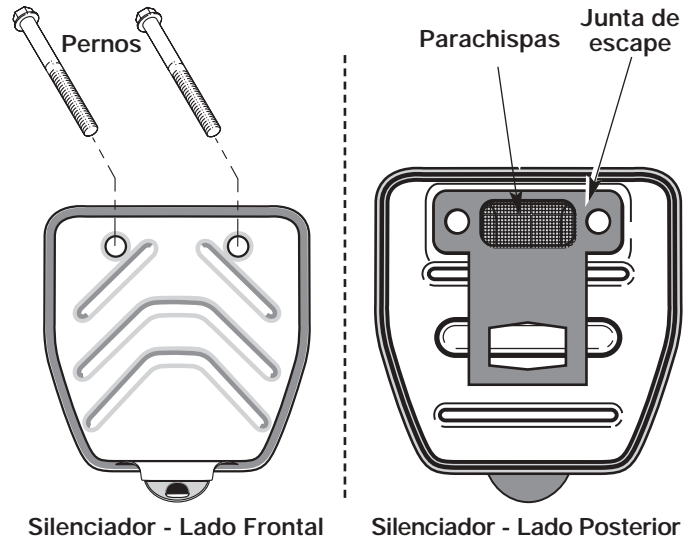

Fig. 24
2. Ubique el frente del silenciador y los dos (2) pernos que lo sujetan al motor (Fig. 24). Quite los dos (2) pernos con un destornillador de punta plana, una llave de tubo de 8 mm (5/16) o destornillador para tuercas. Hale el silenciador del motor.
3. Voltee el silenciador al lado posterior y ubique la junta de escape. Retire la junta de escape (Fig. 24).
7. Ponga la junta del silenciador contra el lado posterior del mismo. Alinee los orificios de los pernos de la junta del silenciador en el silenciador. Mientras sostiene la junta en su lugar, ponga los pernos en el lado frontal del silenciador (Fig. 24).